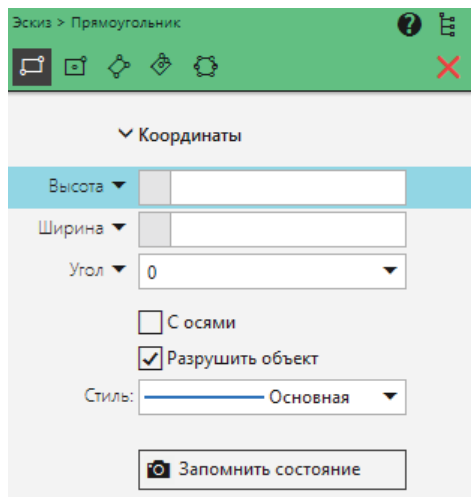

Рисунок 1.24 – Командная строка «Прямоугольник»
**2 Прямоугольник.** Функция прямоугольника создает по набору координат и заданным параметрам прямоугольник (рисунок 1.24).